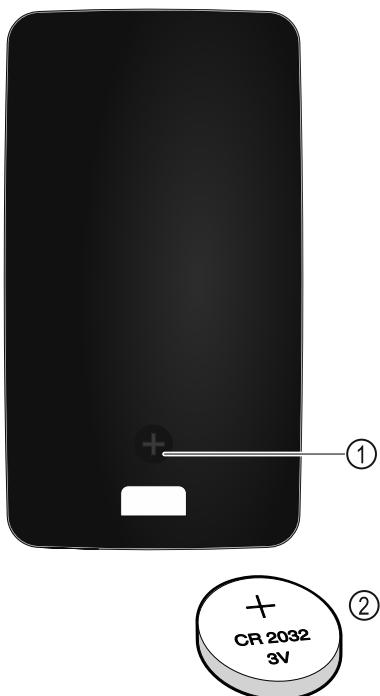

Fig. 220
Η τροφοδοσία ρεύματος του τηλεχειριστηρίου πραγματο - ποιείται από μια μπαταρία του τύπου CR 2032 με 3V Fig. 220 (2), η οποία είναι διαθέσιμο στο εμπόριο.
- Ξεβιδώστε τη βίδα Fig. 220 (1) στην πίσω πλευρά του τηλεχειριστηρίου.